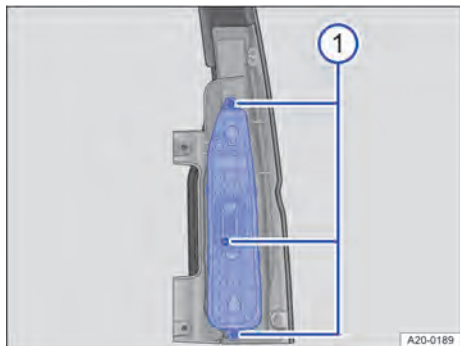

Abb. 176 An der Rückleuchte: Lampenhalter abnehmen.
2. Drei Befestigungsschrauben mit dem Schraubendreher lösen → Abb. 176 ①. Gegebenenfalls passende Wechselklinge einsetzen.
3. Lampenhalter abnehmen → Abb. 176.
1. Lampenhalter vorsichtig in die Rückleuchte einsetzen → Abb. 176.
2. Lampenhalter mit den drei Befestigungsschrauben an der Rückleuchte festdrehen → Abb. 176 ①.